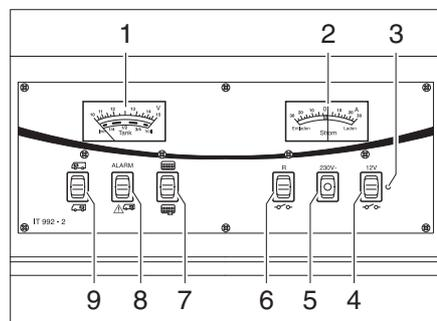

Bild 197 Panel IT 992
Beim Anzeigeelement V/Tank (Bild 197,1) die obere Skala beachten. Das Anzeigeelement wird automatisch beleuchtet, sobald ein Schalter gedrückt wird.
- Wippschalter (Bild 197,9) oben drücken "🚗": Die Batteriespannung der Starterbatterie wird angezeigt.
- Wippschalter (Bild 197,9) unten drücken "🏠": Die Batteriespannung der Wohnraumbatterie wird angezeigt.
Beim Anzeigeeinstrument V/Tank (Bild 197,1) die untere Skala beachten. Das Anzeigeeinstrument wird automatisch beleuchtet, sobald ein Schalter gedrückt wird.
- Wippschalter (Bild 197,7) oben drücken : Die Wassermenge wird angezeigt.
- Wippschalter (Bild 197,7) unten drücken : Die Abwassermenge wird angezeigt.
Die rote Warnleuchte ALARM (Bild 197,8) blinkt, sobald die Spannung der Wohnraumbatterie 11 V (Messung im laufenden Betrieb) unterschreitet und damit Tiefentladung droht.
Am Anzeigeeinstrument Strom (Bild 197,2) wird ständig der aktuell fließende Batteriestrom angezeigt. Das Anzeigeeinstrument wird automatisch beleuchtet, sobald ein Schalter gedrückt wird.
Der 12-V-Hauptschalter (Bild 197,4) schaltet das Panel und die 12-V-Versorgung des Wohnraums ein und aus.
Einschalten: ■ Wippschalter (Bild 197,4) oben drücken "  ": Die 12-V-Versorgung des Wohnraums ist eingeschaltet. Die Kontroll-Leuchte (Bild 197,3) leuchtet grün.
Ausschalten: ■ Wippschalter (Bild 197,4) unten drücken "  ": Die 12-V-Versorgung des Wohnraums ist ausgeschaltet. Die Kontroll-Leuchte (Bild 197,3) erlischt.
Die 12-V-Kontroll-Leuchte (Bild 197,3) leuchtet, wenn der 12-V-Hauptschalter (Bild 197,4) eingeschaltet ist.
Die gelbe 230-V-Kontroll-Leuchte (Bild 197,5) leuchtet, wenn am Eingang des Elektroblocs Netzspannung vorhanden ist.
- Einschalten:** ■ Wippschalter (Bild 197,6) oben drücken: Die Umwälzpumpe ist eingeschaltet.
- Ausschalten:** ■ Wippschalter (Bild 197,6) unten drücken "  ": Die Umwälzpumpe ist ausgeschaltet.